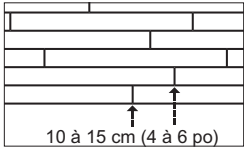

Figure 4
- Attention de bien décaler les bouts des planches de rangées adjacentes, si possible d'au moins 10 à 15 cm (4 à 6 po) (Figure 4). Ceci donne un aspect général plus agréable du plancher.
- Vérifier que les bords et les bouts de chaque planche sont bien serrés. Les joints d'extrémité des rangées adjacentes doivent autant que possible être décalés d'au moins 100 à 150 mm (4 à 6 po) afin de donner un aspect général plus agréable au plancher (Figure 4).